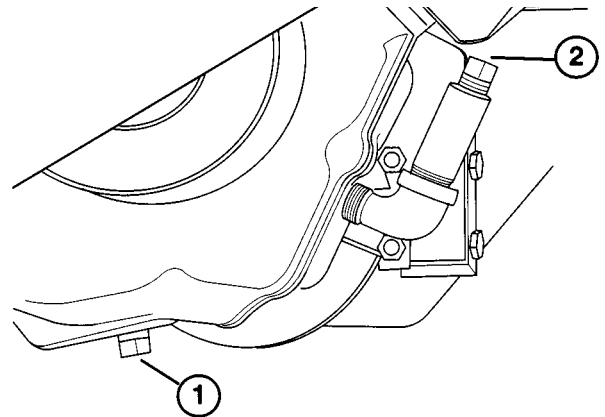

Bild 26
1. Eine Wanne unter die Verschlusschraube an der Hinterachse stellen. Den Bereich um die Verschlusschraube (Bild 26) reinigen.
3. Die Füllschraube (Bild 26) entfernen und ca. 1,89 l SAE EP 90 Öl in das Verlängerungsrohr gießen. Genug Öl ist vorhanden, wenn der Ölstand die Oberseite des Rohrs erreicht.